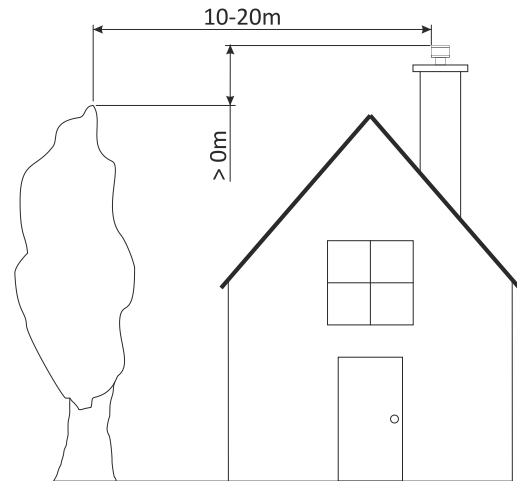

Figura 13
- A parte superior da chaminé deve passar no mínimo um metro por cima da parte mais alta (topo) do telhado. Esta exigência é contornável no caso de telhado com inclinação superior a 20°, se o topo da chaminé se encontrar a uma distância horizontal ao topo do telhado superior a 2,5 metros, como exibido na figura 13.